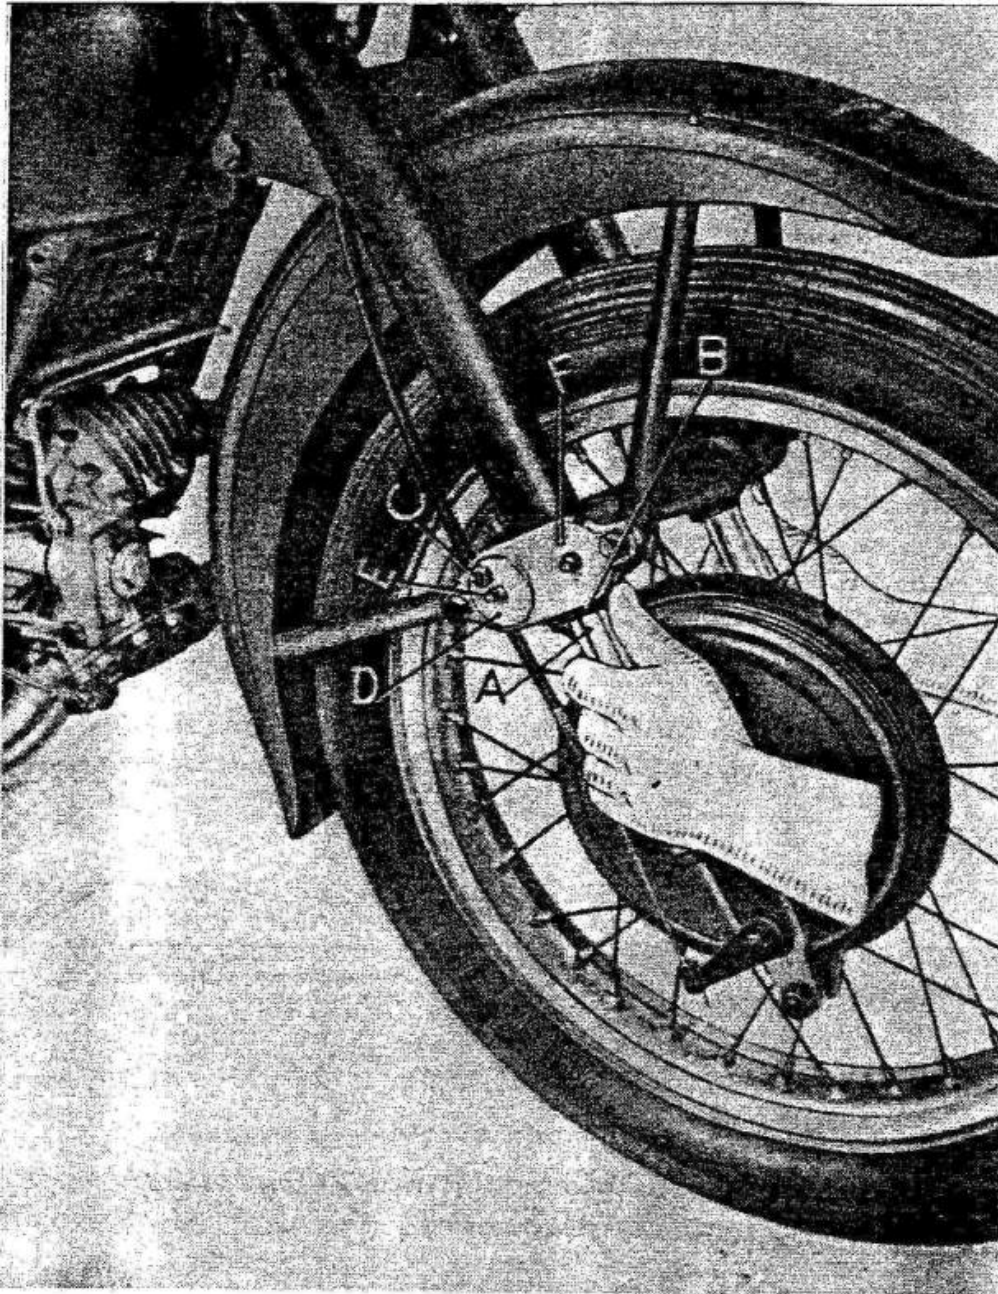

Fig. 11
Lockern Sie den kleinen Bolzen auf der Scheibe der Führungsrolle (C), drehen Sie dann mit geeignetem Schlüssel den Vierkantbolzen (E) –beim rechten Gabelarm im Uhrzeigersinn, beim linken im entgegengesetzten Sinn– soweit, dass die Einstellrolle das Spiel am gerade einstellenden Arm beseitigt, In diesem Zustand kann der Gabelarm (A) nicht zwischen Gleitlager und Rollen gleiten. Drehen Sie nun im umgekehrten Sinn wie vorher den Vierkantbolzen (E) soweit, dass sich die Scheibe um **ca. 3 mm**, gemessen am Rand der Scheibe, verschiebt. Um dieses Maß zu erhalten, ist es notwendig, vor Durchführung dieses Versetzens ein Zeichen zwischen Scheibe (D) und Gehäusedeckel anzubringen. Nach beendeter Einstellung arretieren Sie den kleinen Bolzen auf der Scheibe, Kontrollieren Sie wie oben beschrieben und wie in (Abb. 11)